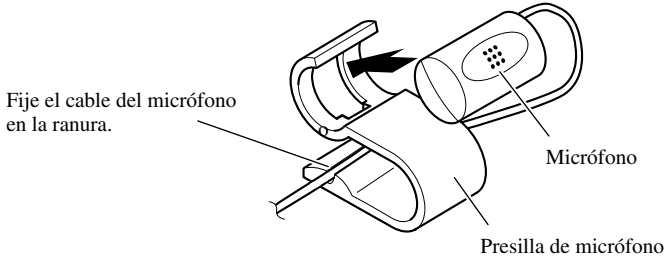

Fig. 18
1. Instale el micrófono en la presilla de micrófono. (Fig. 18)